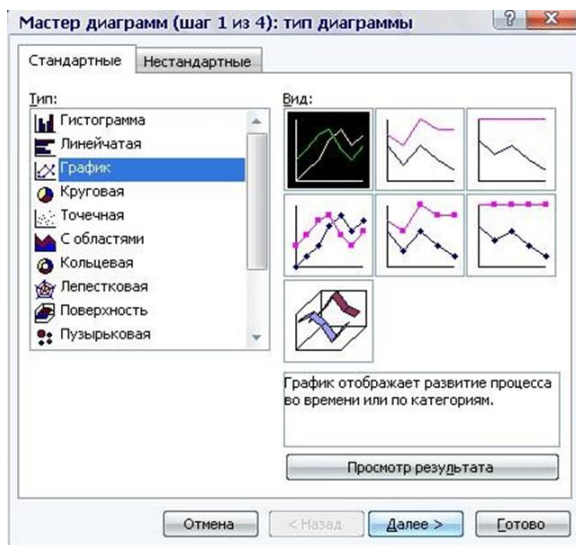

Рис. 5.3 Шаг 1 мастера диаграмм
2. Через меню «Вставка» и подменю «Диаграмма...» вызываем мастер диаграмм. На первом шаге выбираем тип диаграммы – график (рис.5.3). Нажимаем «Далее»».